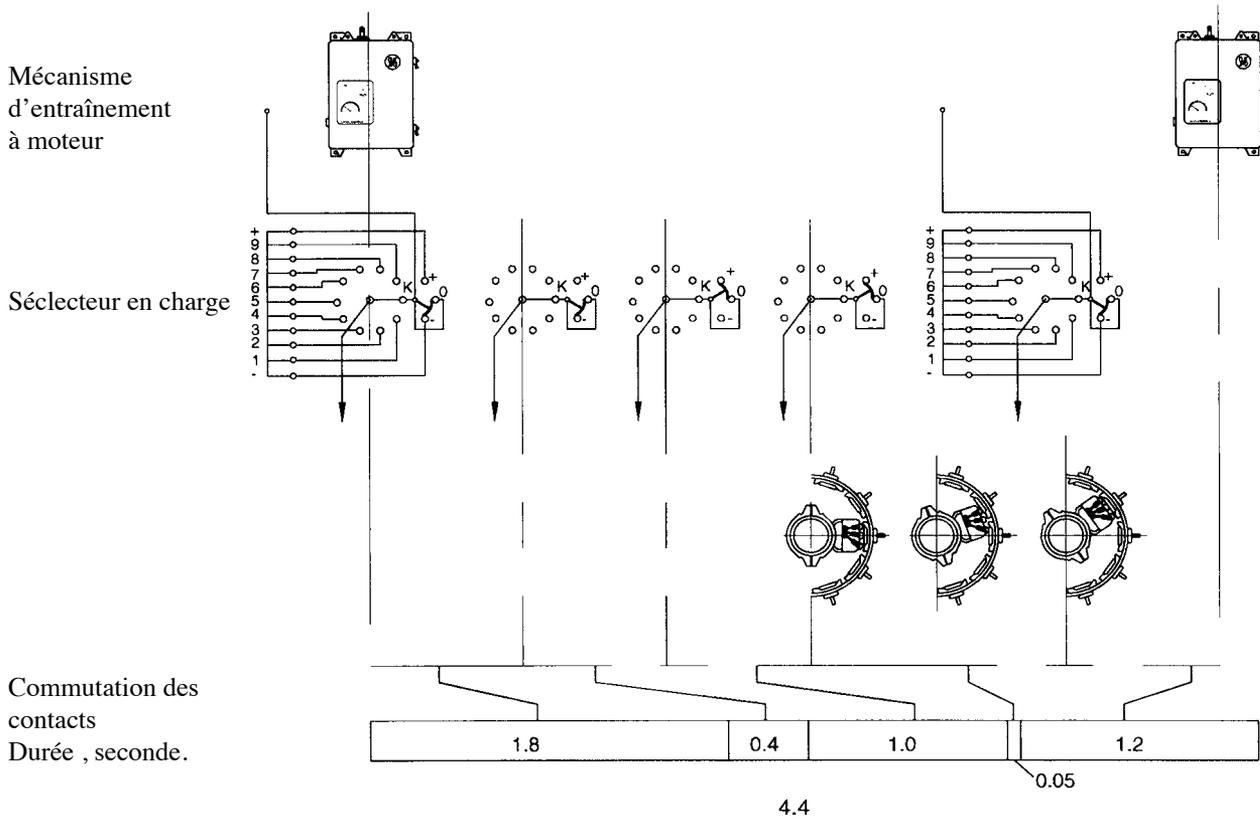

Fig. 6
6.1 Le principe et la durée de commutation (fig.6)